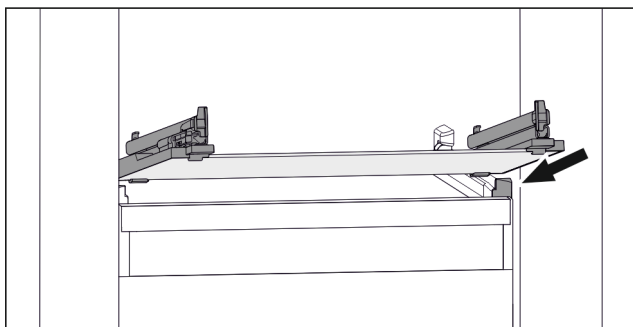

Fig. 88 Примерно изображение на стъклената плоча
- Поставете стъклената плоча под ъгъл зад ограничителите. (виж Fig. 88)